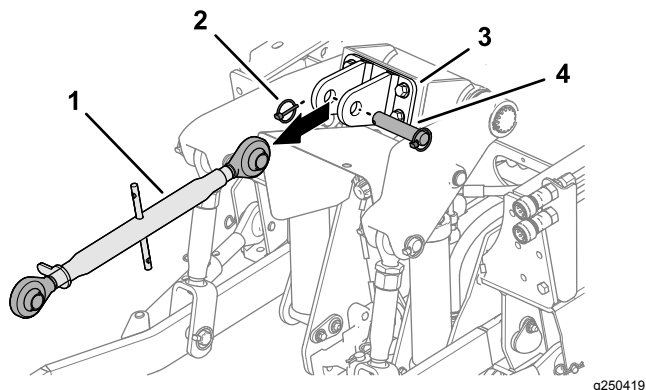

Рисунок 25
3. Извлеките шплинт с кольцом, шплинтуемый штифт и верхнюю тягу 3-точечного сцепного устройства (если они установлены) из кронштейна верхней тяги (**Рисунок 25**).